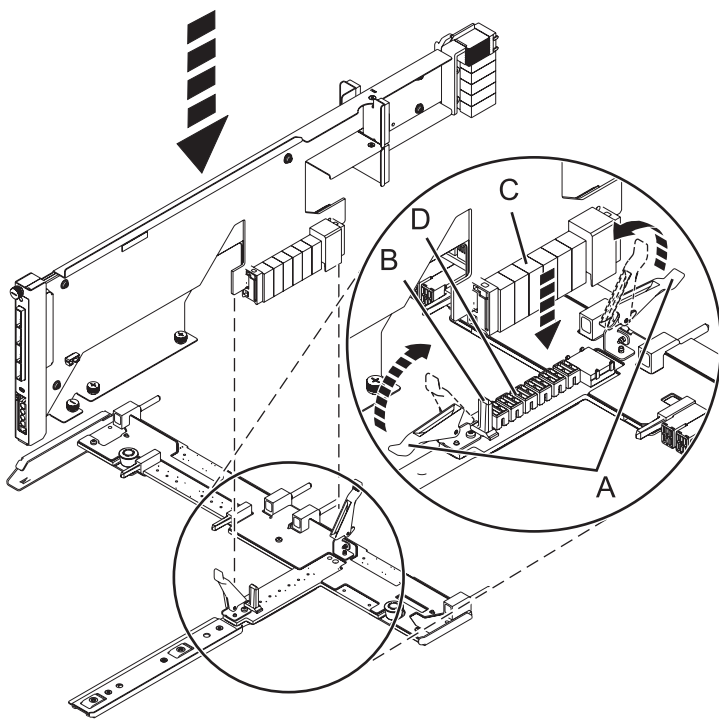

Figura 78. Instal·lació de la targeta de conducte SAS a la placa mitja
- a. Poseu el connector de la targeta (C) a la connexió de la placa mitja (D) utilitzant la guia (B) per garantir una bona connexió.
- b. Aixequeu la nansa (A) per col·locar i fixar la targeta de conducte SAS a la placa mitja com es mostra a la Figura 78 a la pàgina 108.